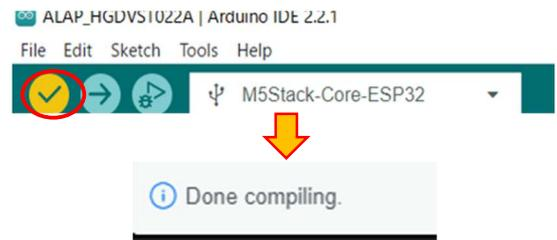

图 5
4. 点击“✓”按钮实施编译，确认“Done compiling”的确认框。（图 5）。